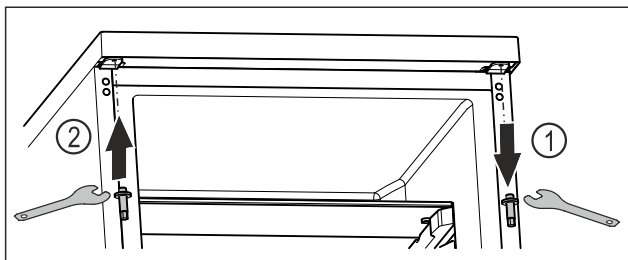

Fig. 22
- ▶ Wykręcić górny sworzeń kluczem imbusowym. Fig. 22 (1)
- ▶ Przykręcić sworzeń po przeciwnej stronie kluczem imbusowym. Fig. 22 (2)